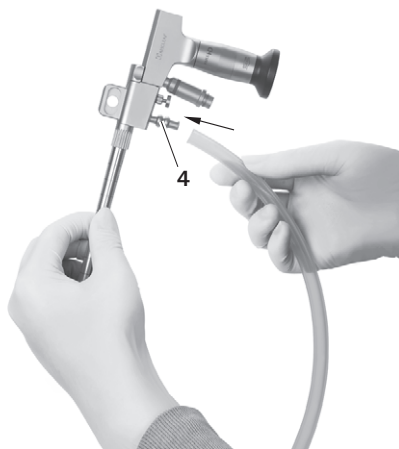

Fig. 20
- ▶ Conectați furtunul de irigare cu conexiune de irigare **4**, vezi Fig. 20.